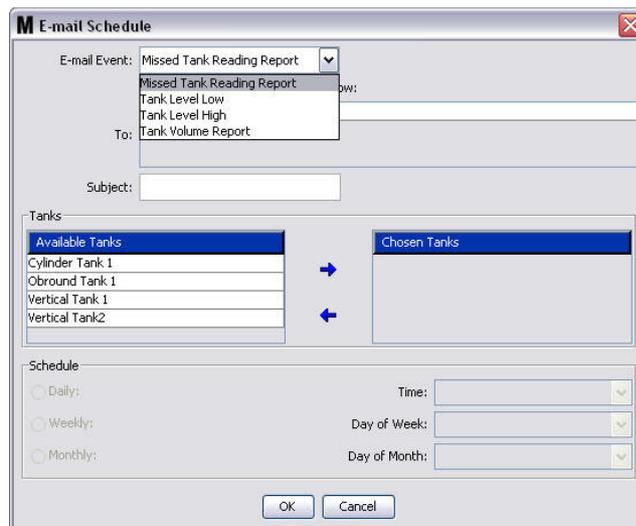

FIG. 141
1. Fare clic sul pulsante New Schedule (Nuova pianificazione) per visualizzare la schermata di configurazione E-mail Schedule (Pianificazione e-mail) mostrata nella FIG. 141.
2. È visualizzata la schermata E-mail Schedule (Pianificazione e-mail) mostrata nella FIG. 141 a pagina 107. Una volta terminato di apportare le modifiche, fare clic sul pulsante OK per chiudere la schermata e salvare le modifiche.